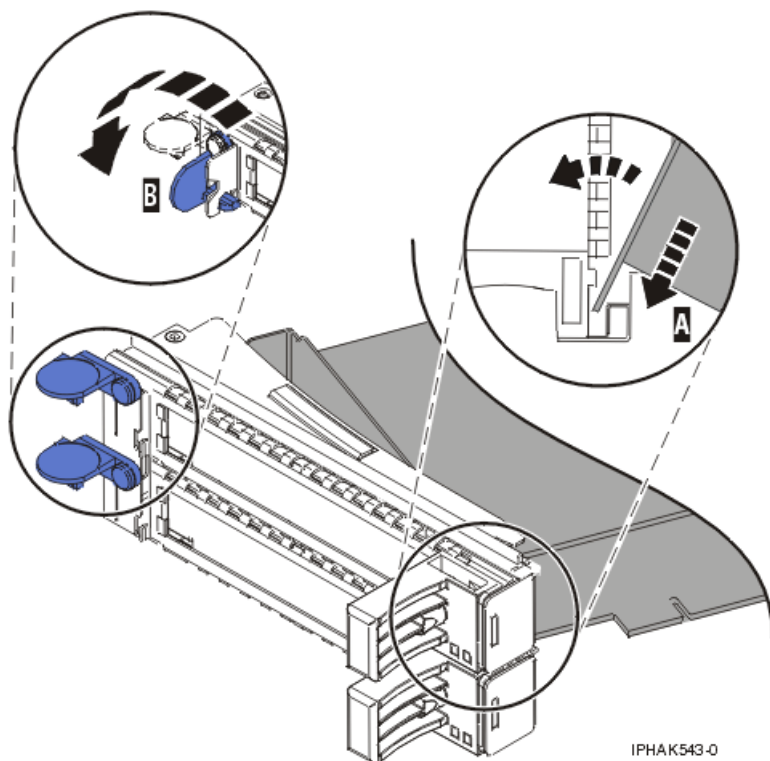
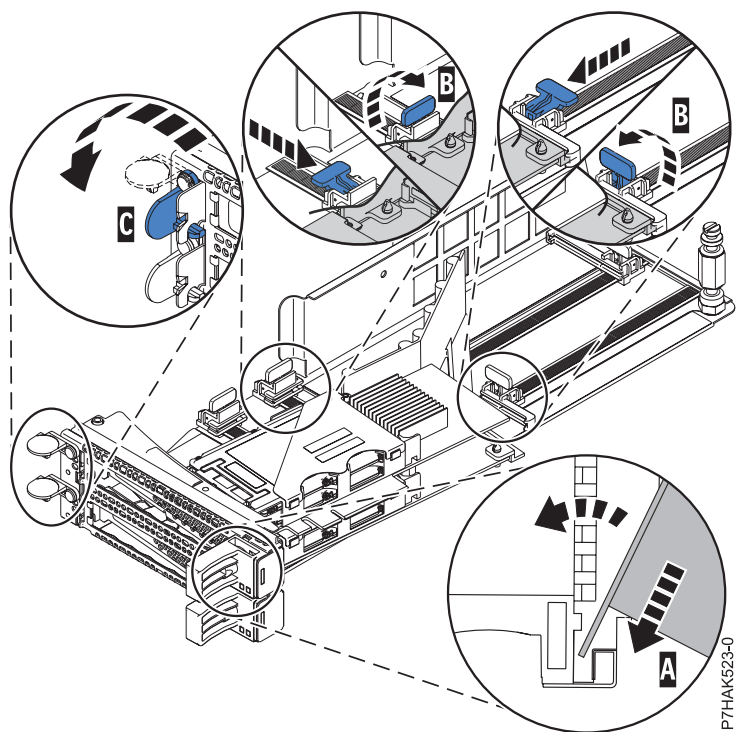

Figure 98. Remplacement de la carte de la cassette de cartes PCI
Figure 99. Remplacement d'une carte PCIe RAID et SSD SAS dans la cassette de la carte PCI
- a. Placez le levier de blocage de la contre-poupée en position ouverte, insérez fermement la carte dans le bloc de retenue (A). Pour une carte PCI standard, voir figure 98, à la page 106. Pour une carte PCIe RAID et SSD SAS, voir figure 99, à la page 106.
- c. Fermez le levier de blocage de contre-poupée (C).